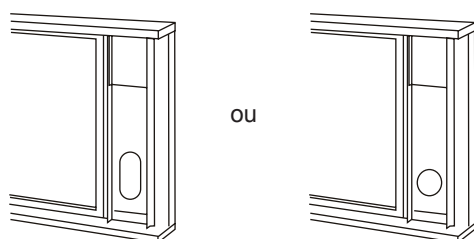

Fig.14
4. Coupez le joint en mousse (type d'adhésif) à la longueur appropriée et attachez-le au sommet de la fenêtre. Voir Fig. 14.